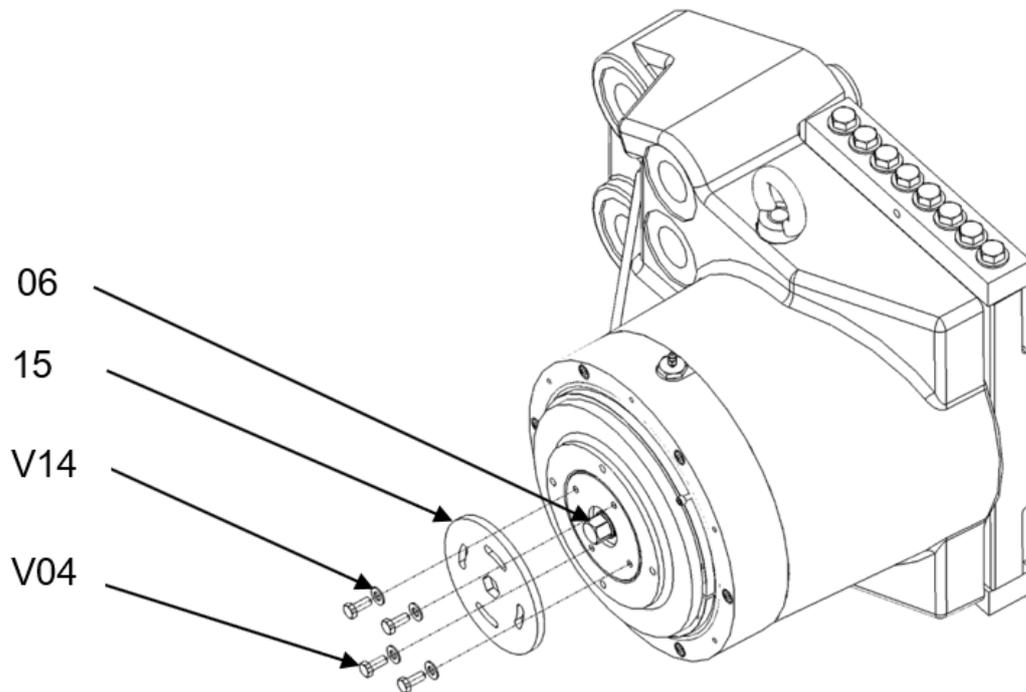

Bild 5.4
4. Lösen und entfernen Sie die Inbusschraubenschrauben **V04** und die Unterlegscheiben **V14** Bild 5.4.
5. Entfernen Sie die Sicherungsscheibe **15**, um die Schraube für die Verschleißüberwachung **06** freizulegen Bild 5.4.
2. Entfernen Sie die Abdeckung mittels der Schrauben **V04** und der Unterlegscheiben **V14** Bild 5.4, siehe Kapitel 5.3.